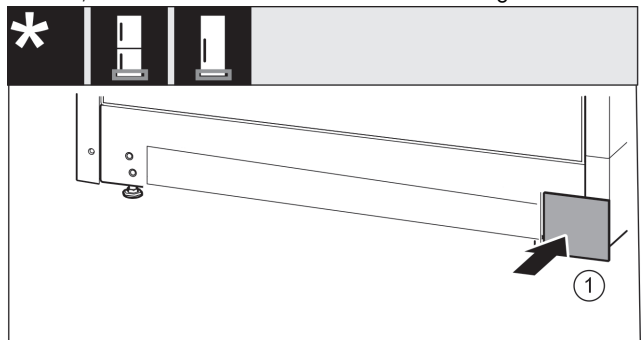

Fig. 16
- Abdeckung Fig. 16 (1) auf der anderen Seite wieder aufsetzen.